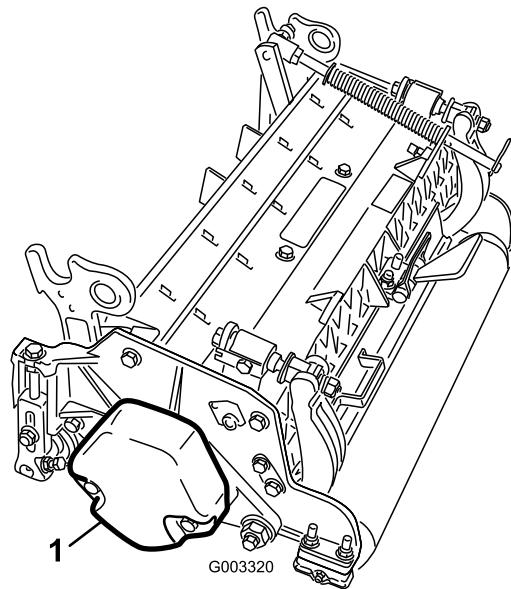

Bild 9
4. Stellen Sie sicher, dass der Gegenballast (Bild 9) am richtigen Ende der Schneideeinheit montiert ist, siehe die *Bedienungsanleitung* der Schneideeinheit.